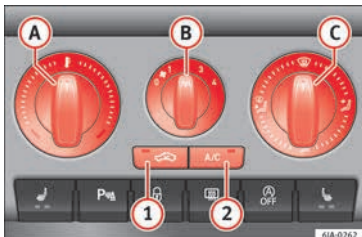

Abb. 170 Klimaanlage: Bedienelemente
Die Kühlanlage arbeitet nur dann, wenn die Taste gedrückt ist **A/C** **2** » **Abb. 170** » Seite 160, und folgende Bedingungen erfüllt sind:
- Drehen Sie den Drehregler **(A)** »» **Abb. 170** nach rechts, um die Temperatur zu erhöhen.
- Drehen Sie den Gebläseschalter **(B)** »» **Abb. 170** in eine der Positionen 1 bis 4, um das Gebläse einzuschalten.
- Mit dem Luftverteilungsregler **(C)** »» **Abb. 170** regeln Sie die Richtung des Luftaustritts »» Seite 158.
- Drücken Sie die Taste **A/C** **(2)** »» **Abb. 170**. Die Kontrollleuchte in der Taste leuchtet auf.
Wenn der Drehknopf **(C)** »» **Abb. 170** auf der Defrosterstellung steht, die Umluftklappe ist immer offen (Lichtanzeige aus).
- Drücken Sie die Taste **1** » **Abb. 170**, die Kontrollleuchte in der Taste leuchtet auf und